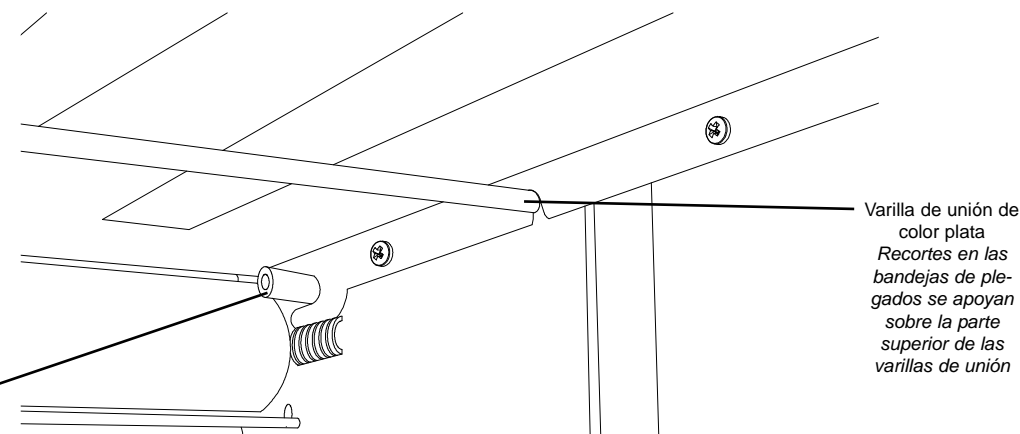

Figura 6
- las entalladuras en el extremo final de ambas bandejas de plegado se encajan con los 2 pins de color plata dentro de la máquina (figura 6),
- las bandejas de plegado deberán apoyarse en la parte superior de las varillas de unión de color plata (ver figura 6),
- las bandejas se deberán montar poniendo primero el extremo abierto. (**excepción:** al hacer un plegado simple, la bandeja de plegado trasera se meterá con el extremo cerrado primero. Ver la sección de **Plegado Simple** en próxima página) **NOTA:** a muchos usuarios les parece más fácil instalar las bandejas de plegado mirándolas desde la parte inferior (como se ve en la figura 6).